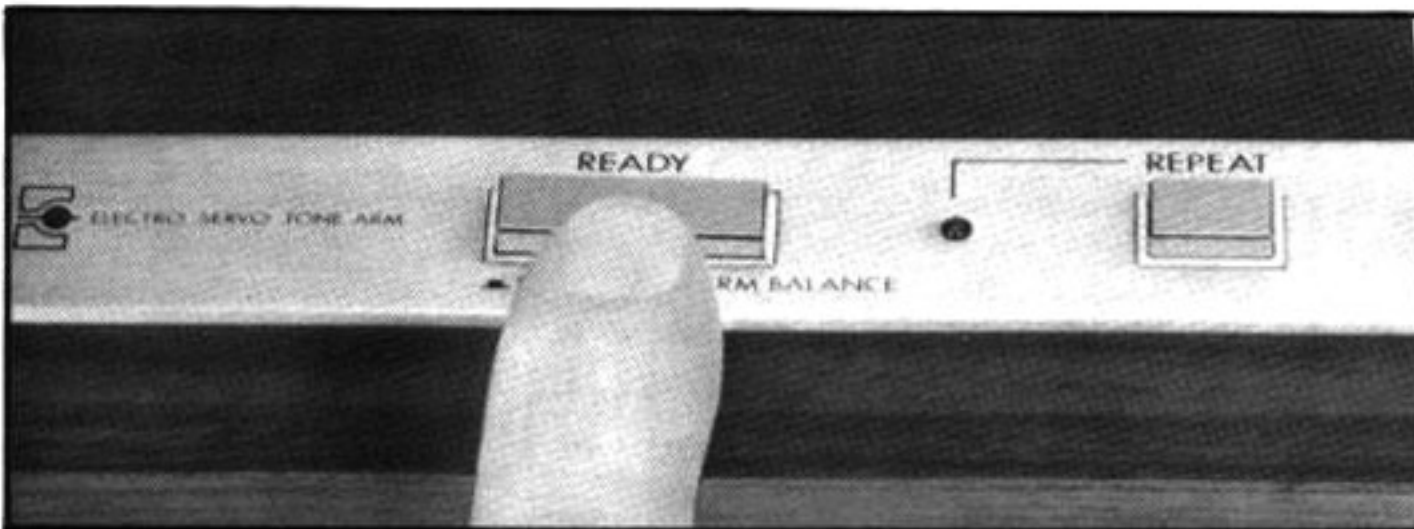

Fig. 21 Abb. 21
- Note:** Be sure not to set the READY switch to "OFF" while playing a record. If set to "OFF", record playing is impossible as the stylus force becomes "0". (Fig. 21)
3. Sélectionner la vitesse de rotation de la platine à l'aide du commutateur SPEED en se référant à la vitesse de rotation du disque à reproduire. Fig. 21